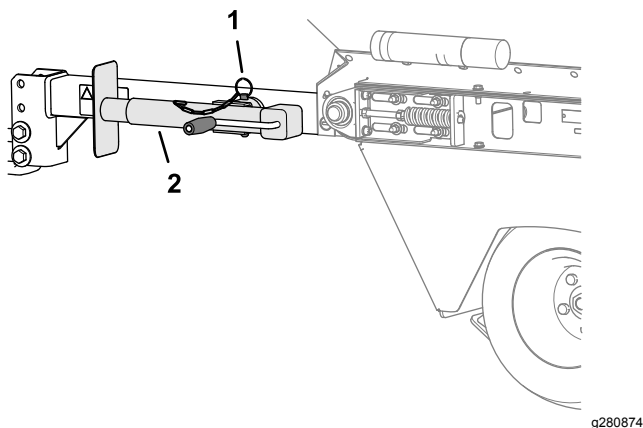

Figure 12
4. Pivotez le cric à l'horizontale (Figure 12).
5. Fixez le cric au tube de montage avec l'axe de chape (Figure 12).